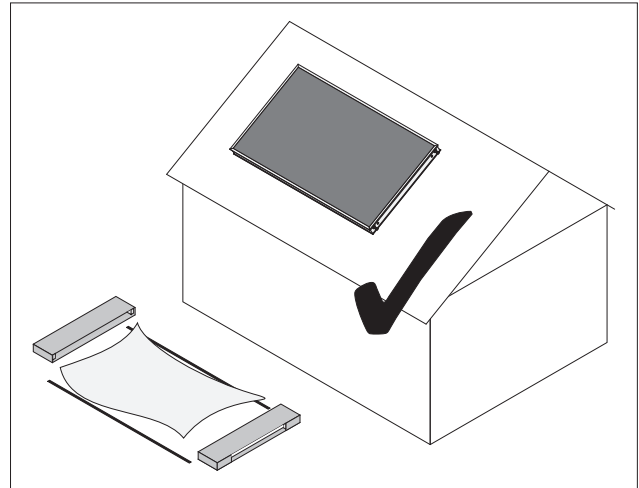

Abb. 4 Kollektor ohne Schutzfolie auf dem Dach montieren.
- Kollektoren dürfen nicht mit Schutzfolie montiert werden (Abb. 4).